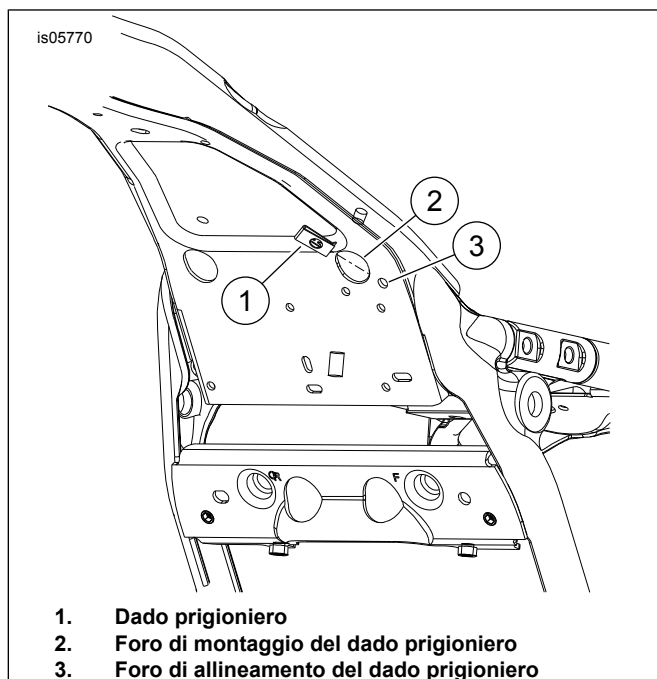

Figura 2. Installare il dado prigioniero
1. Vedere la figura 2. Installare il dado prigioniero (1) nel foro di montaggio (2). Allineare il foro del dado prigioniero con il foro di allineamento (3). Per l'installazione i quattro dadi speciali autobloccanti, fare riferimento alle istruzioni contenute nel kit del deflettore centrale dell'aria.